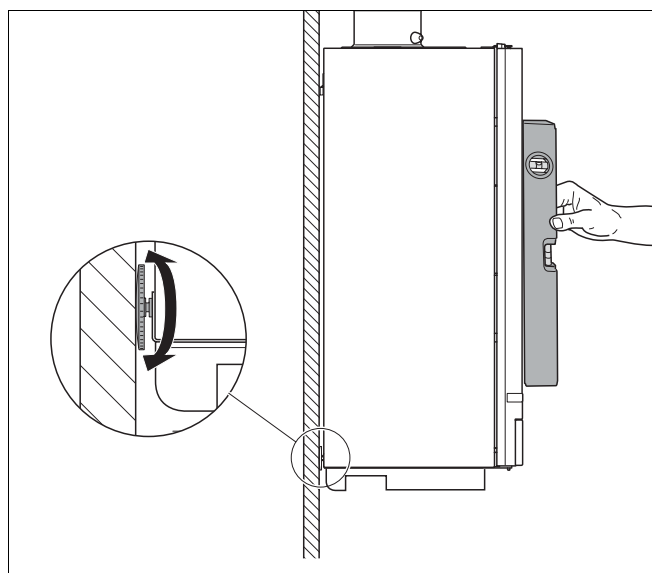

Fig. 9 Poziționați cazanul de încălzire cu ajutorul șurubului de ajustare
- Poziționați cazanul de încălzire cu ajutorul șurubului de ajustare și dozatorului de apă (Fig. 9).